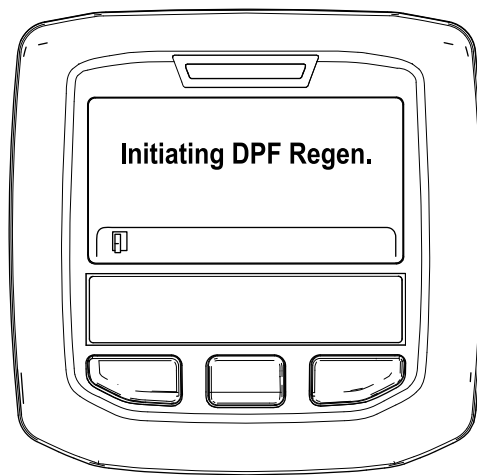

Figura 53
- A. Surge a mensagem "Initiating DPF Regen. (A iniciar Regen. DPF.)" (Figura 53).